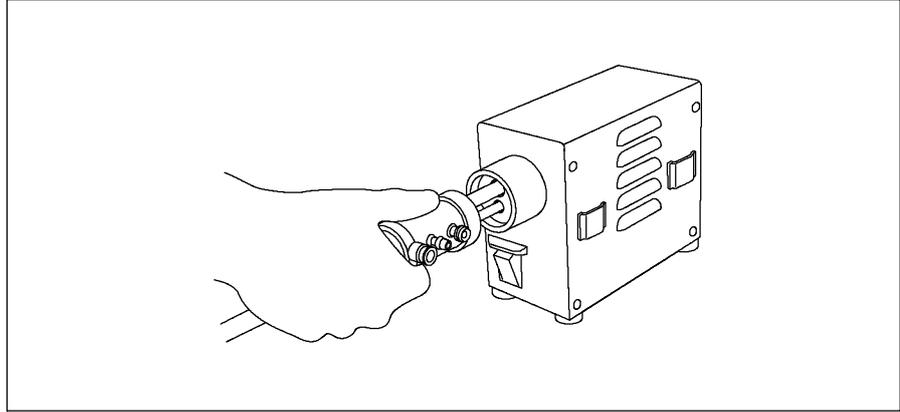

Abbildung 3.5
3. Führen Sie den Versorgungsstecker für die Lichtquelle bis zum Anschlag in den Versorgungsanschluß an der Frontseite der Wartungseinheit ein. (Siehe Abbildung 3.5).